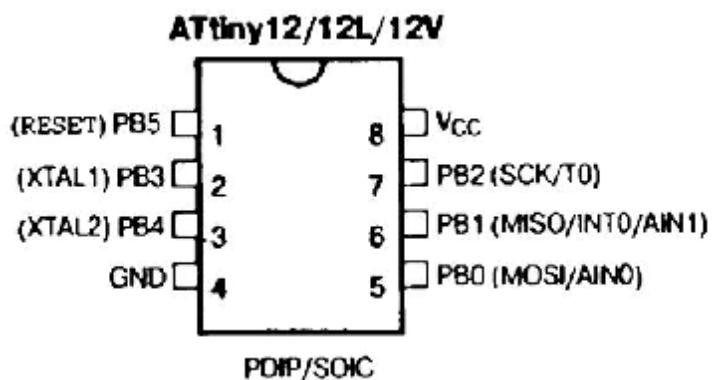

Рис. 1.3. Расположение выводов (вид сверху) моделей ATtiny12/12L/12V
- ATtiny12, ATtiny12L, ATtiny12V (**Рис. 1.3**) имеют FLASH-память программ объемом 1 Кбайт и EEPROM-память данных объемом 64 байт. Максимальное количество контактов ввода/вывода равно 6;